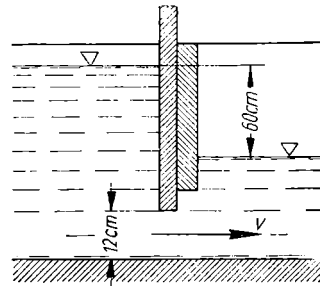

Bild 248
64. Das Stauschütz einer Wassersperre nach Bild 248 bewirkt ein Anstauen des Wassers auf 60 cm Höhe und gibt unter Wasser einen rechteckigen Durchflußquerschnitt von 12 cm Höhe und 80 cm Breite frei (sog. Grundablaß). Zu berechnen ist **a)** die theoretische Geschwindigkeit in der Durchflußöffnung; **b)** die minutlich abfließende Wassermenge bei einer Ausflußzahl 0,62.